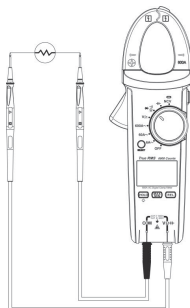

Рис.10. Проверка диода
7.7. Проверка диода (см. рис. 10)